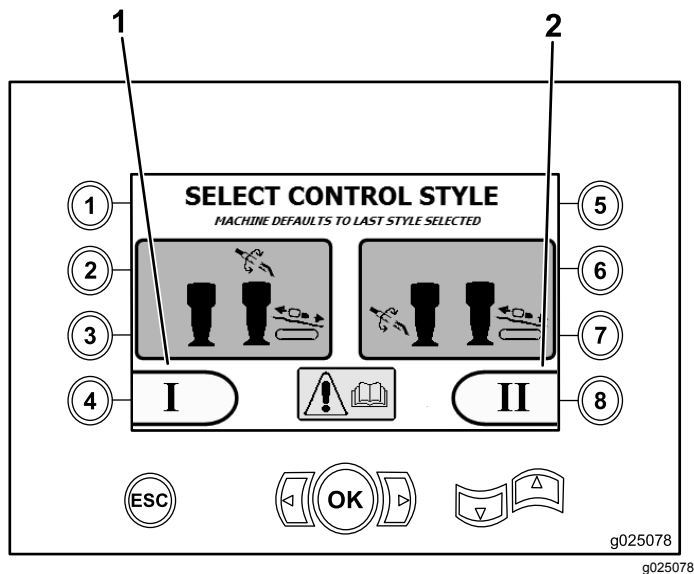

Bild 9
- Modus I: Die Bohrfuncionen liegen auf dem rechten Joystick und der linke Joystick aktiviert die Funktionen des Rohrladers und der Schlüssel (Bild 9).
- Drücken Sie Taste 4, um diesen Modus auszuwählen (Bild 9).
- Modus II: Die Funktionen zum Bohren, der Schlüssel und des Rohrladers werden zwischen den linken und rechten Joysticks aufgeteilt (Bild 9).
Drücken Sie Taste 8, um diesen Modus auszuwählen (Bild 9).